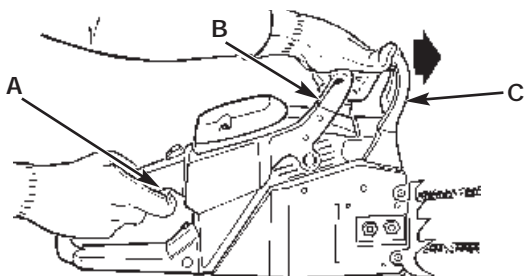

Fig. 10
3. Agarre el mango trasero (A) con la mano derecha (Fig. 10).
4. Con la mano izquierda, sostenga firmemente el mango delantero (B) (no la manija del Chain Brake® [C]) (Fig. 10).
5. Apriete el gatillo de aceleración hasta 1/3 de aceleración, inmediatamente después active la manija del Chain Brake® (C) (Fig. 10).